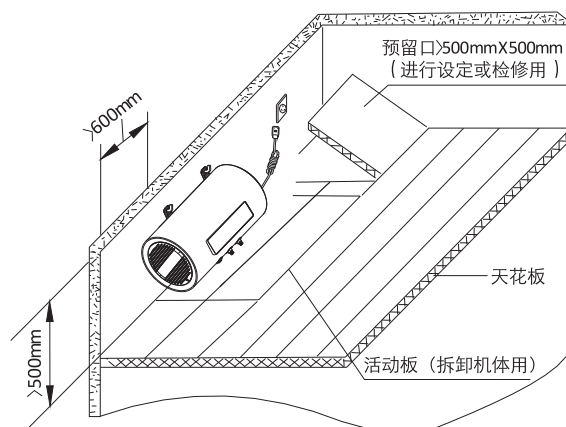

图 3
- 如用户将热水器安装于天花板上方时，要留有空间，方便日后维修，天花板上留有透明窗口，便于观察显示。天花板距离墙顶大于500mm，热水器距离墙顶最好大于100mm，安装简图如图3所示。